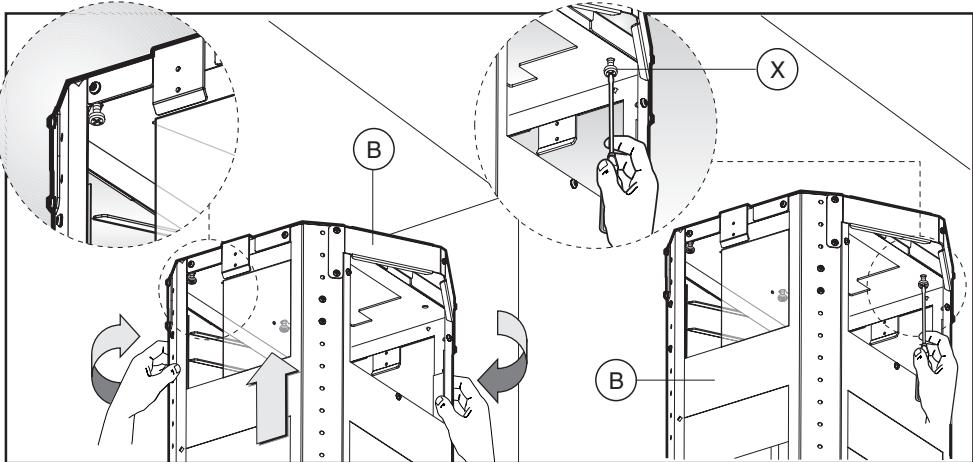

Fig.5
- Укрепить верхнюю часть прибора **B** (рис.5) на 3 ослабленных болтах в соответствии с 3 петлями.
- Слегка повернуть до полного закрепления (рис.5).